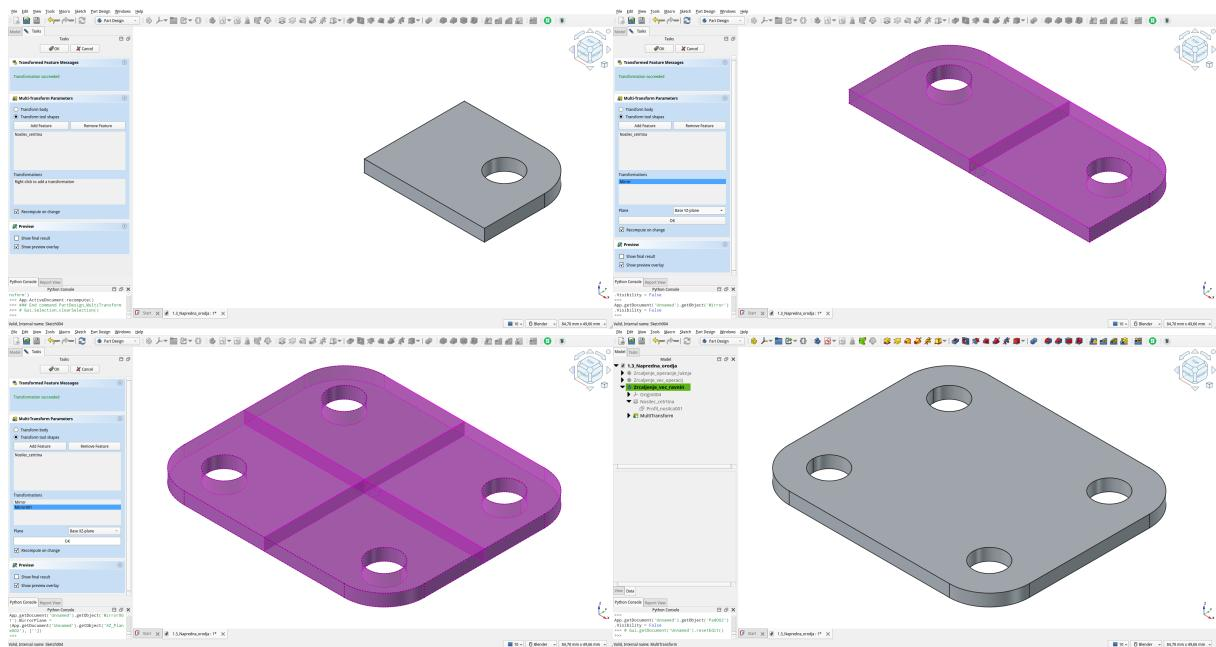

Figure 4: Primer uporabe orodja Multi-Transform za potrebe zrcaljenja preko več ravnin.
1.4.1.5 Primer 3: Zrcaljenje preko več ravnin Na fig. 4 je prikazan primer, kjer uporabimo orodje **Multi-Transform**, ki omogoča hkratno izvedbo več transformacij, med njimi tudi zaporedno zrcaljenje preko različnih ravnin. V praksi to pomeni, da lahko izberemo četrtino nosilca ($1/4$ modela) in ga v enem koraku zrcalimo dvakrat – najprej glede na YZ-ravnino, nato še glede na XZ-ravnino. Na ta način lahko ustvarimo popolnoma simetričen nosilec brez dodatnega risanja skic.